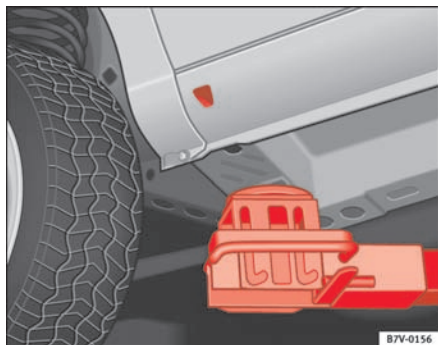

Fig. 175 Løft med lift:
Når bilen skal løftes med lift, må det kun ske på de punkter, der er vist på billederne ⇒ fig. 175 og ⇒ fig. 176 ⇒ ⚠.
- Bilen må kun løftes på de punkter, der er vist på oversigtsbillederne ⇒ fig. 175 og ⇒ fig. 176. Hvis bilen ikke løftes på de anviste punkter, er der risiko for, at den falder ned fra liften, fx mens motoren eller gearkassen er ved at blive afmonteret.